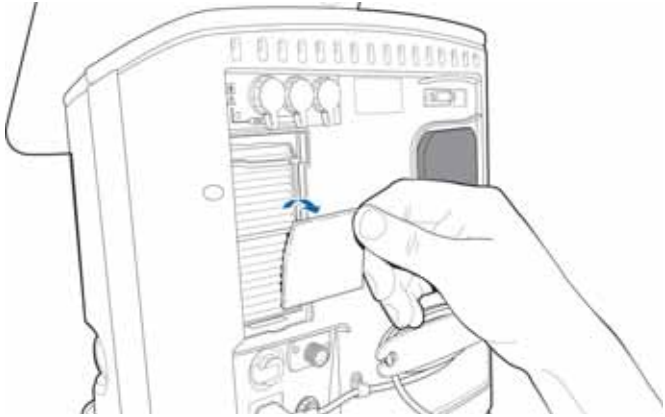

图 10-2. 卸下空气进气口过滤器
5. 安装新空气进气口灰尘过滤器（图 10-2）或用温和的肥皂溶液洗涤现有的过滤器，然后冲洗、干燥并重新安装。